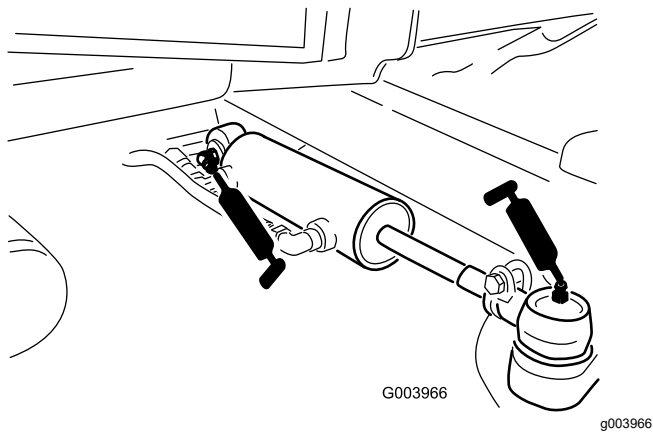

Figura 71
- Rótulas do cilindro de direção (2) (Figura 71)